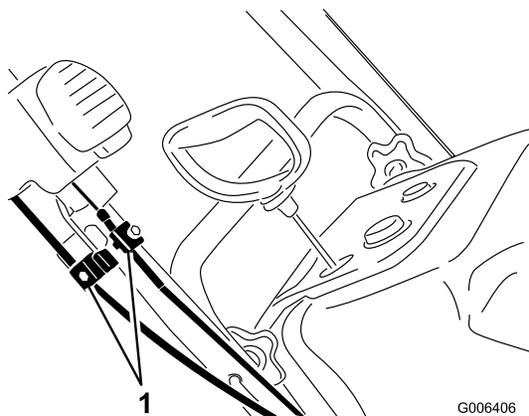

Figure 32
- Desserrez les serre-câble des 2 câbles de commande Quick Shoot (Figure 32).